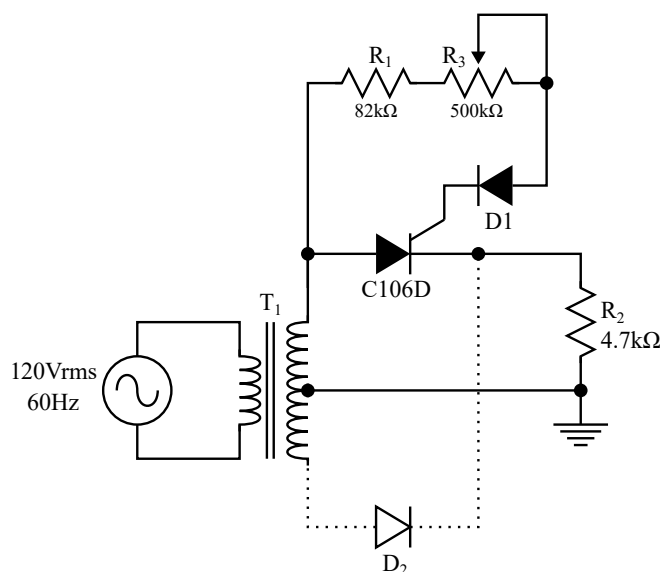

Fig. 3.1: Rectificación semicontrolada.
- Dibuja en papel milimétrico las señales que esperas obtener en la carga (R_2) del circuito de la Fig. 3.1 para los ángulos de disparo (θ_D) 30 y 60 grados, señalando su voltaje instantáneo, periodo y frecuencia de cada una.
- Arma el circuito de la Fig. 3.1 (omite la sección de línea punteada), teniendo cuidado de ajustar tu potenciómetro (ya sea el de 100 k Ω , 200 k Ω , 500 k Ω o de 1 M Ω de acuerdo con el que funcione con el SCR adquirido) con la máxima resistencia.